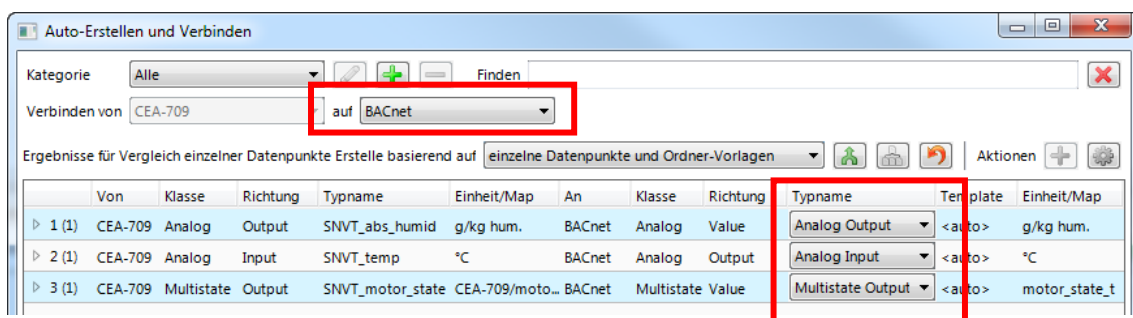

Abbildung 55: Auto-Erstellen und Verbinden Vorschau.
- Der Vorschau-Dialog **Auto-Erstellen und Verbinden** öffnet sich wie in Abbildung 55 gezeigt. Wählen Sie die Ziel-Technologie. Die Ergebnisvorschau liefert für jeden Quell-Typ eine Liste an Resultaten, mit welchem Ziel-Typ die Datenpunkte erstellt werden sollen. Die Spalte **Typname** bietet eine Auswahlliste an, mit der das Ergebnis modifiziert werden kann. Die dabei getroffene Wahl wird gespeichert und beim nächsten Mal wieder angewandt. Sie können auf den **Initialwerte wiederherstellen** Knopf  um alle individuellen Einstellungen zurückzusetzen.